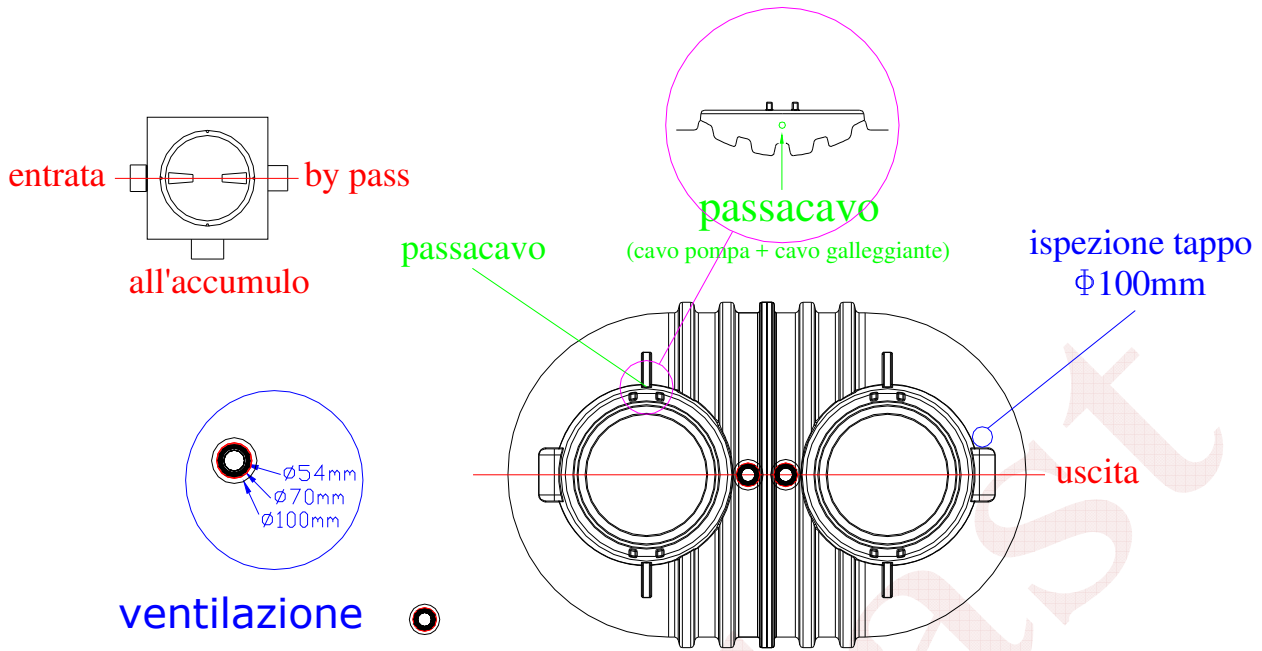
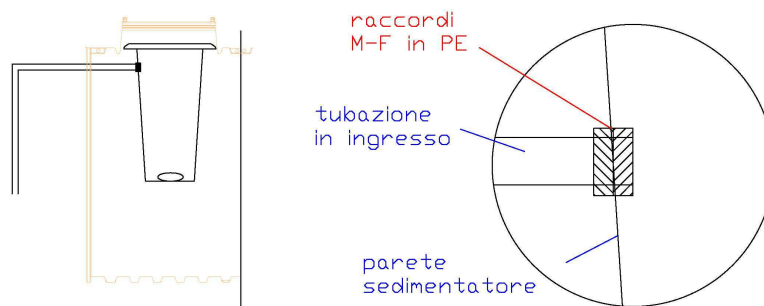

Fig.2 - Posizionamento collegamenti sfiati, cavo pompa e galleggiante
Fig.4 - Rimozione sedimentatore
7.2. Collegamento sfiati (ventilazione) (Fig.2)
- Collegare il galleggiante di azionamento posto a fondo vasca (passacavo Fig.2); posizionarlo verticalmente a 2 cm dal fondo; assicurarsi che il fermo sia posizionato a circa 15 cm dal bulbo (Fig.4)